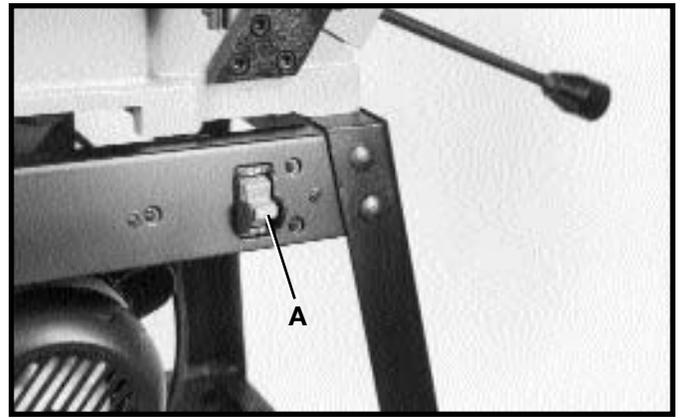

Fig. 33
El interruptor de encendido y apagado (A) Fig. 33 está situado en el soporte lateral superior del estante. Para ARRANCAR la máquina, sencillamente mueva el interruptor a la posición elevada (A). Para DETENER la máquina, mueva el interruptor (A) a la posición inferior.